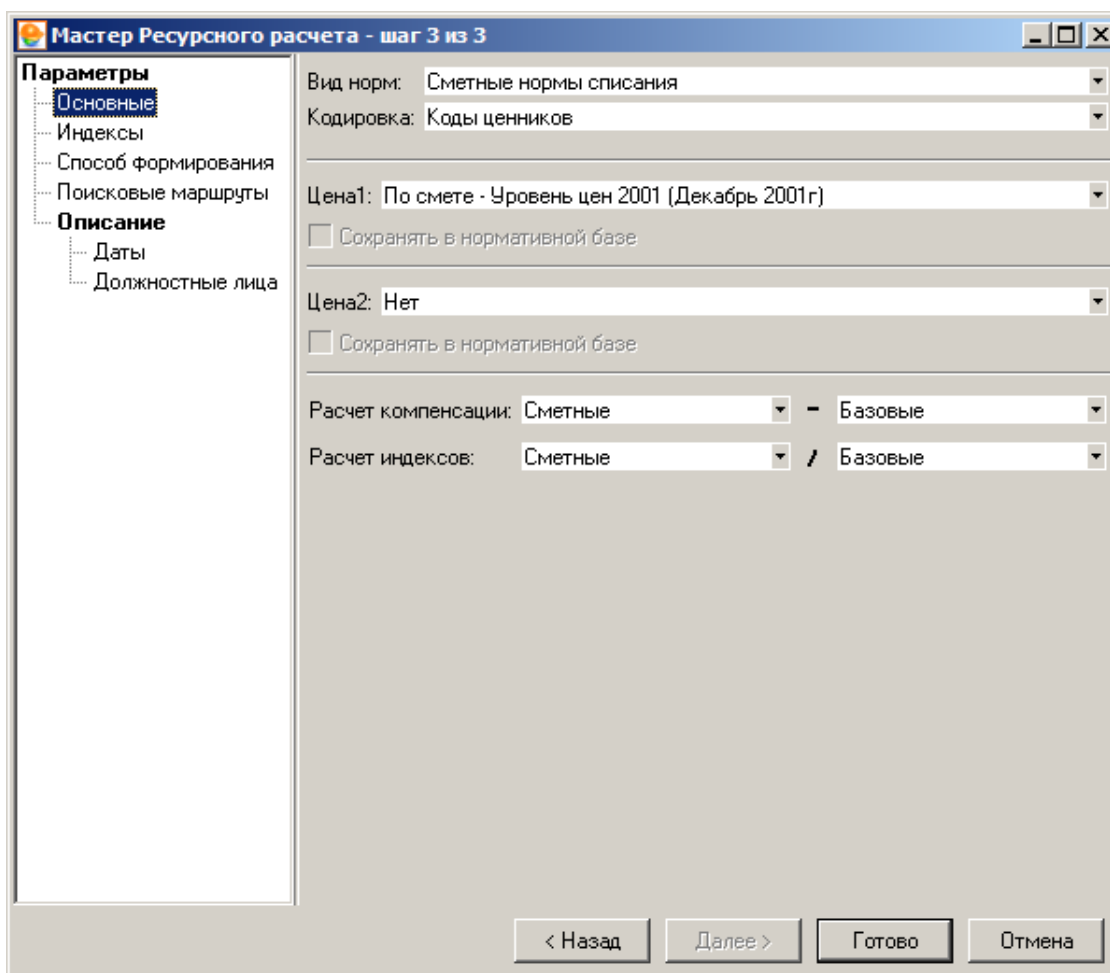

Рис. 4. Мастер создания ресурсного расчета, шаг 3
**3 шаг.** Задайте кодировку ресурсов, вид текущих цен, пути поиска, а также описание расчета (см. рис. 4).